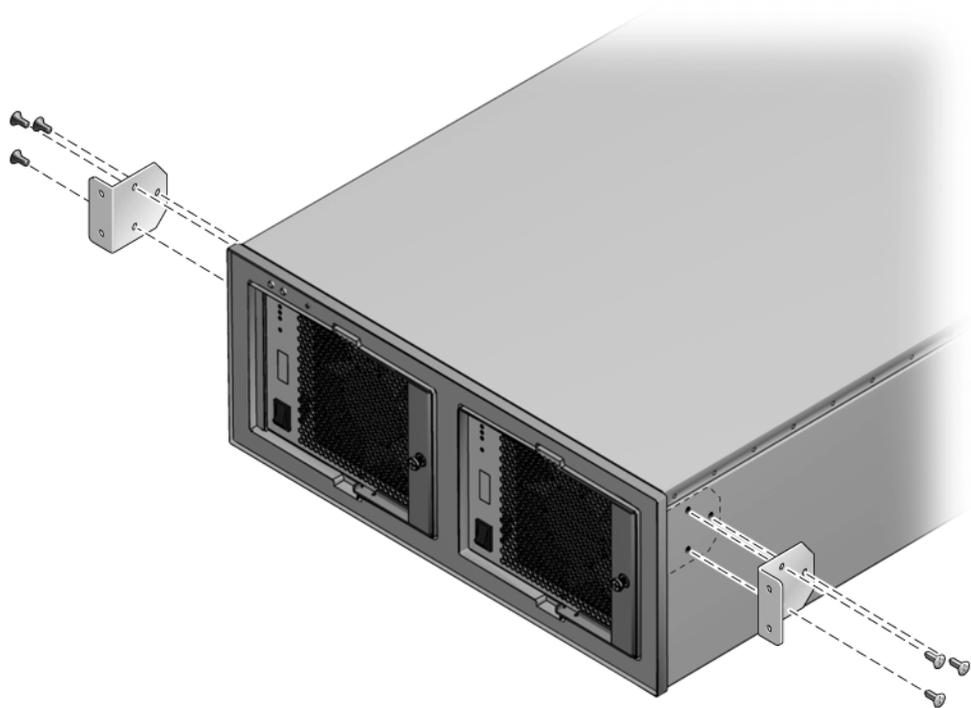

FIGURE 2-3 Installation des supports de verrou du châssis
3. Utilisez des vis cruciformes n° 2 pour fixer les supports de verrou du châssis sur les côtés de l'unité d'extension E/S externe (FIGURE 2-3).